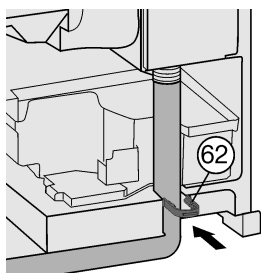

Fig. 19*
- Monte el estribo de retención Fig. 19 (62).*